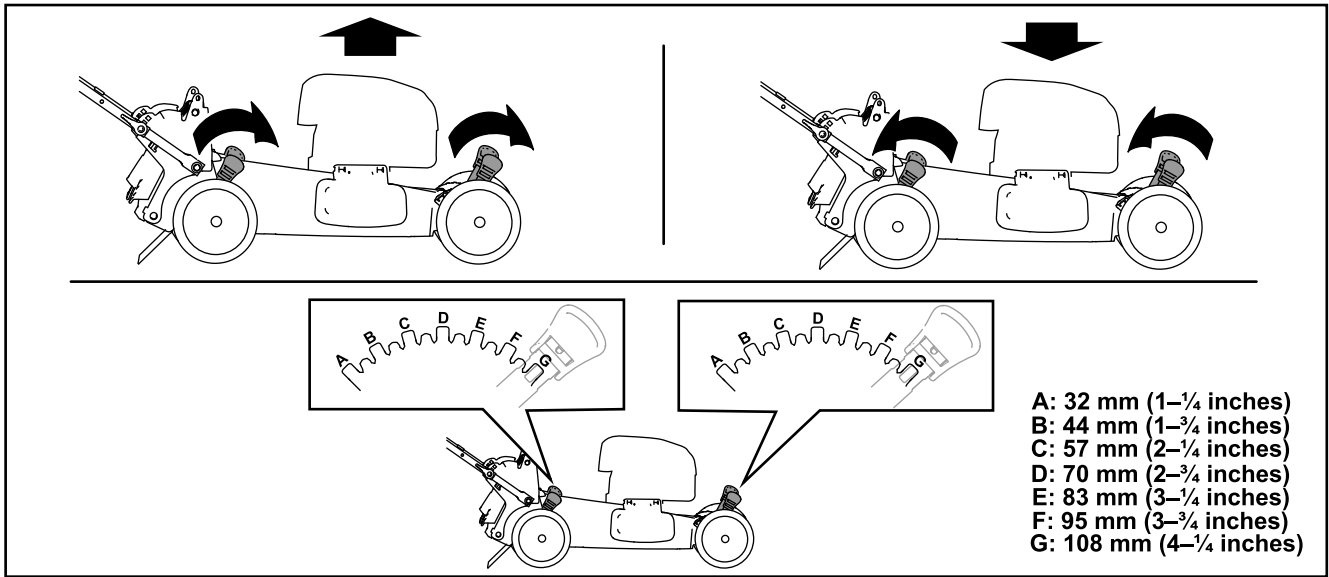

Figure 13
Choisissez la hauteur de coupe voulue. Réglez tous les leviers de hauteur de coupe à la même hauteur. Pour élever ou abaisser la machine, voir Figure 13.
**Remarque:** Ne serrez pas la barre de commande de la lame contre le guidon quand vous tirez sur la poignée du lanceur (encadré A de la Figure 13).